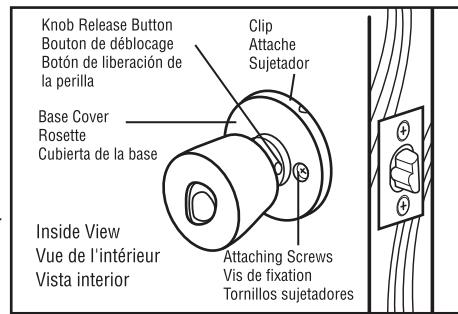

Fig. 2
**Step 2:** Remove both handles from the door by removing attaching screws from base of inside handle (**Fig. 2**). If none are visible, remove knob by depressing release button then remove base cover by prying up at clip point to expose screws. For new installations, drill holes using your lock manufacturer's instructions.
**Étape 2:** Retirez les vis de la base de la poignée intérieure de façon à retirer les deux poignées de la porte (**Fig. 2**). Si les vis ne sont pas exposées, retirez la poignée en appuyant sur le bouton de déblocage, puis retirez la rosette en la soulevant depuis le point d'attache. En cas de nouvelle installation, percez des trous conformément aux instructions du fabricant de votre serrure.
**Paso 2:** Retire ambas manijas de la puerta retirando los tornillos fijadores desde la base de la manija interior (**Fig. 2**). Si ninguno está visible, retire la perilla presionando el botón de liberación y luego retire la cubierta de la base haciendo palanca en el sujetador para exponer los tornillos. Para instalaciones nuevas, taladre orificios siguiendo las instrucciones del fabricante de la cerradura.